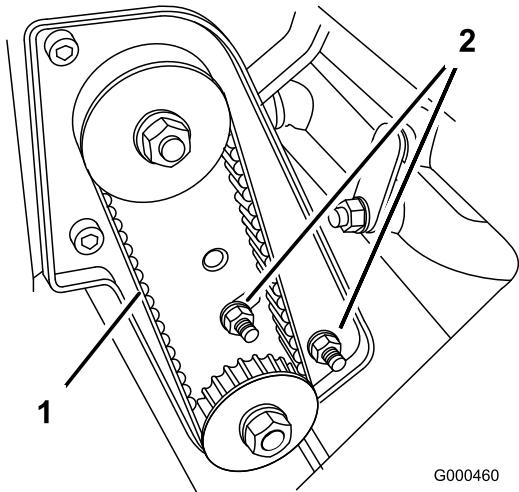

図 36
- A. ベアリング・ハウジング取り付けナットをゆるめる (図 36)。
- C. トルクレンチの設定が狂わないように注意しながら、ベアリング・ハウジング取り付けナットを締め付ける(図36)。ベルトを締め付けすぎないように注意する。